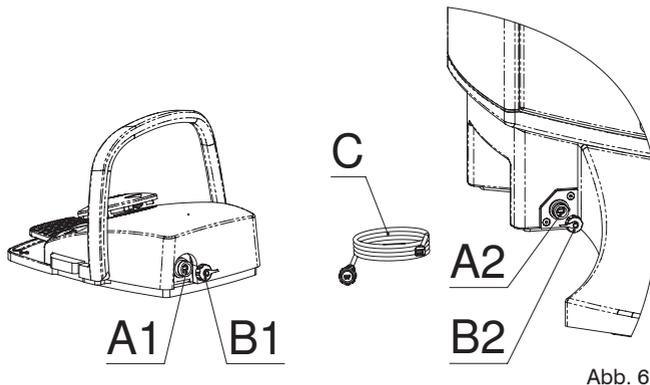

Abb. 6
**BATTERIELADUNG DES FUNKPEDALS (Abb. 6)**